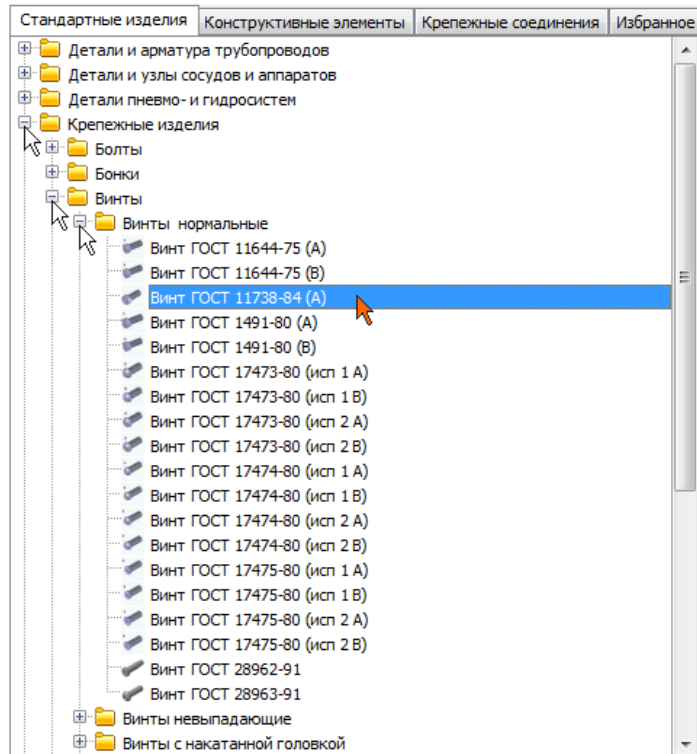

Рисунок 26.
- Выполните двойной щелчок мышью на элементе Винт ГОСТ 11738-84(A) (рис. 26).